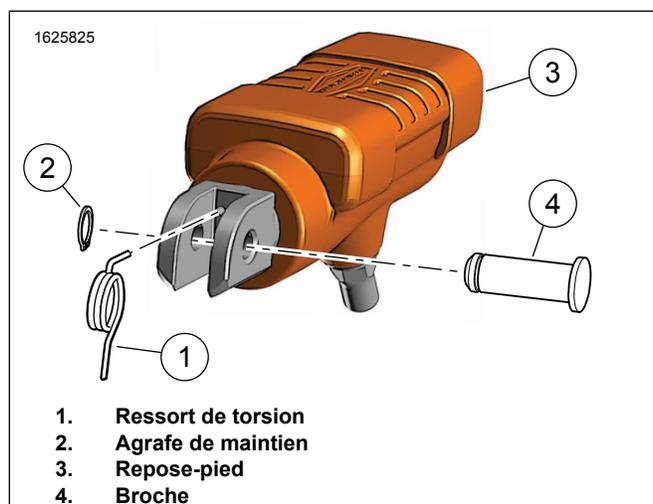

Figure 2. Installation du ressort de torsion du repose-pied du conducteur
- Figure 2 Retirer la goupille (4) et le clip de retenue (2).